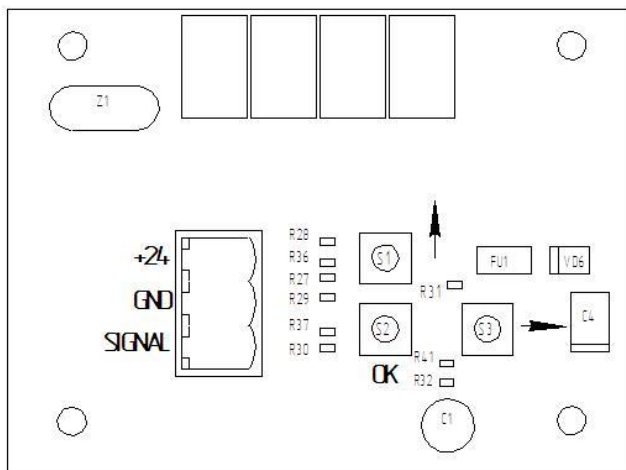

Рис.2 Чертеж печатной платы
- пропустить конец кабеля с зачищенными проводами через гермоввод и закрепить провода в клеммной колодке на печатной плате в строгом соответствии с маркировкой контактов, указанной на плате (см. рис.2).
Настройка датчика и изменение параметров работы производится тремя кнопками **ОК**, **ВВЕРХ** и **ВПРАВО**. Кнопки расположены на печатной плате (см. рис. 2) и активизируются только после входа в меню настройки.